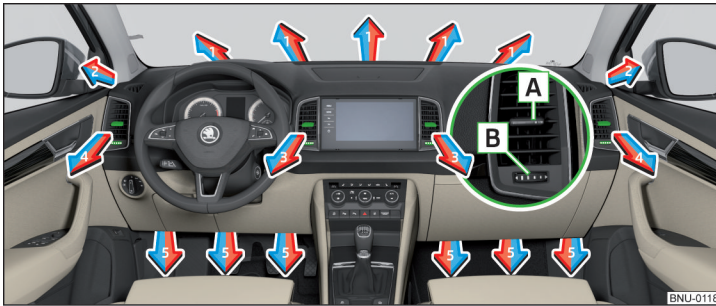
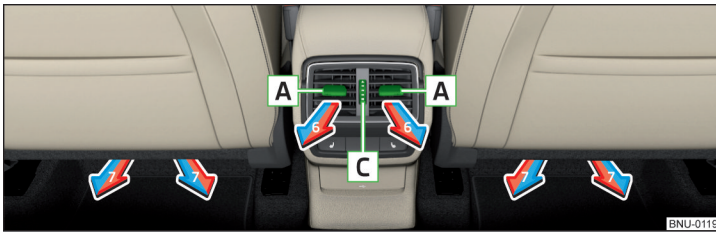

Abb. 152 Luftaustrittsdüsen
Abb. 153 Luftaustrittsdüsen hinten
Bei den Luftaustrittsdüsen **3, 4** » Abb. 152 und **6** » Abb. 153 kann die Luftströmungsrichtung geändert und die Düsen können auch einzeln geöffnet und geschlossen werden.
Die Einstellung der Luftstromrichtung erfolgt durch das Verschieben des Verstellelements **A** » Abb. 152 bzw. » Abb. 153 in gewünschter Richtung.
- » Den Regler **B** » Abb. 152 nach rechts drehen.
- » Den Regler **C** » Abb. 153 nach oben drehen.
- » Den Regler **B** » Abb. 152 nach links drehen.
- » Den Regler **C** » Abb. 153 nach unten drehen.
Richtung des Luftaustritts einstellen	Luftaustrittsdüsen » Abb. 152 und » Abb. 153